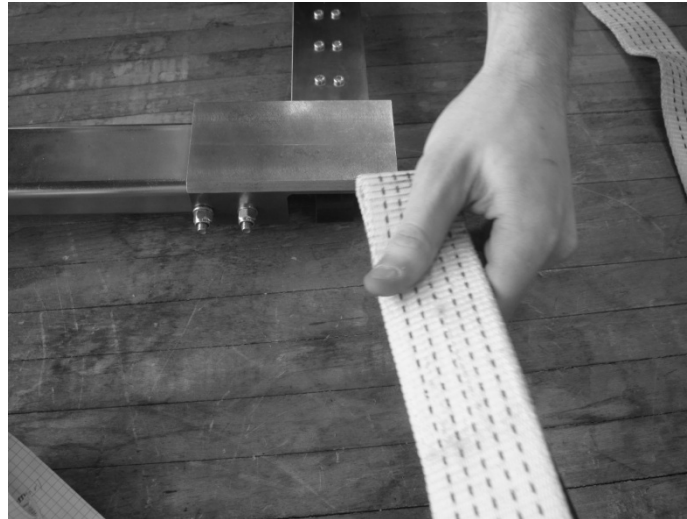

Fig. 25
3. Demotera spännbältet, se Fig. 25